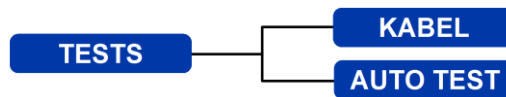

Abb. 15 Testmenüstruktur - Ethernet-Tests (1)
(1) Ist ein SignalTEK II Remote-Handgerät direkt angeschlossen, es wird aber kein aktives Netzwerk entdeckt, steht in der Informationsleiste des Ausgangsdisplays „Ethernet“. Wird das Symbol TESTS ausgewählt, sind die in der Menüstruktur Abb. 15 gezeigten Ethernet-Tests verfügbar.